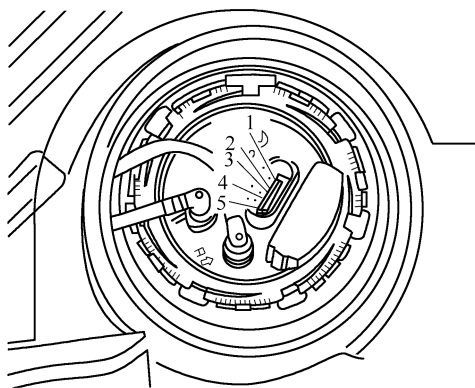

图 2-5-16 检测燃油传感器
3) 如图 2-5-16 所示, 用万用表 Fuk117C 连接端子 2 和 3, 并测量电阻, 标准值见表 2-5-1。
4) 如图 2-5-16 所示, 用万用表连接端子 3 和 4, 并测量电阻, 电阻值见表 2-5-3。